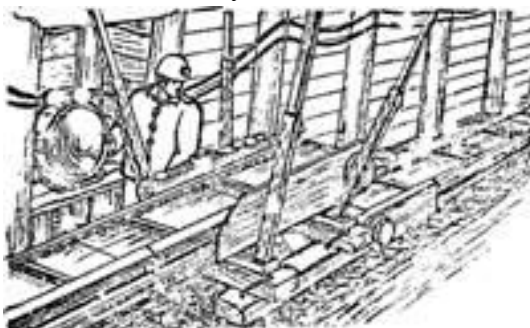

Рисунок 8
22. Вы включили конвейер. Цепь дернулась и остановилась (рис. 8).